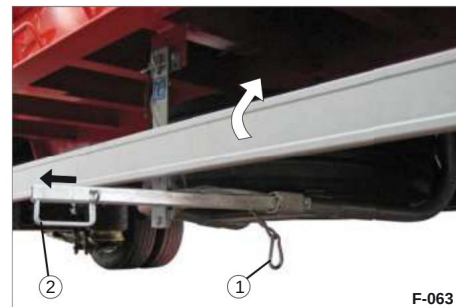
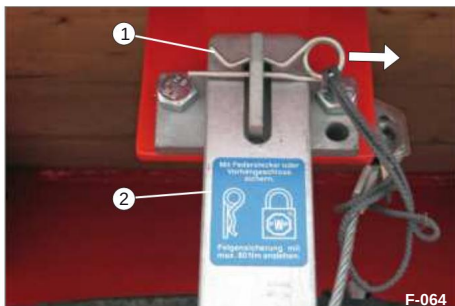

Bild 81 Skjutspak utdragen 1 Säkerhetslina med karbinhake 2 Skjutspak
Bild 82 Lossa säkerhetsfliken
ÿ Fäll upp SSE (Bild 79/1) och säkra den mot nedfällning. ÿ Lossa karbinhaken (Bild 81/1).
ÿ Dra ut skjutspaken (Bild 81/2) helt.
• Ta bort fjäderstiftet (bild 82/1) eller hänglåset.
(Bild 82/2) mot dig och håll fast fästbygeln med skjutspaken (Bild 81/2).